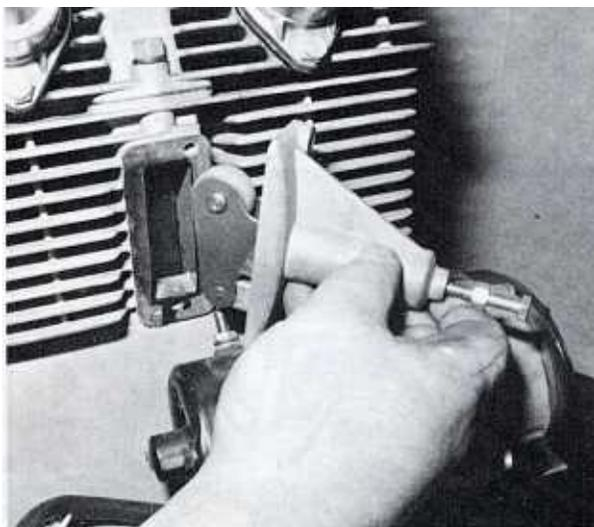

Bild 94
- Den mit zwei Schrauben befestigten Kettenspanner und dessen Dichtung ausbauen. Der Kettenspanner kann nach dem Lösen der Schrauben einfach abgezogen werden (Bild 94).